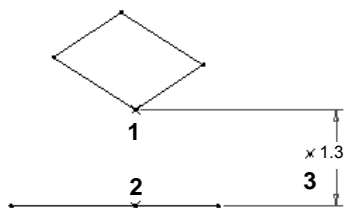

图 4.9.3 点、线间距离的标注
Step2. 单击位置 1 以选择一点，单击位置 2 以选择直线；中键单击位置 3 以放置尺寸（图 4.9.3）。